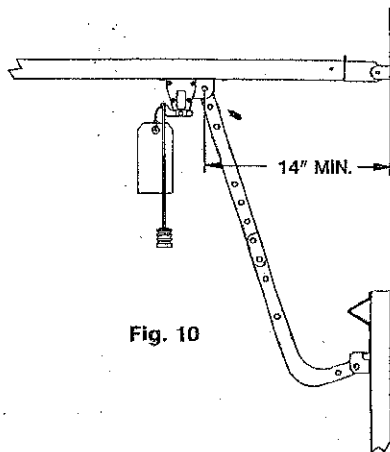

Fig. 10
10. Install door arms (Fig. 10).
- Join arm sections (Fig. 10).